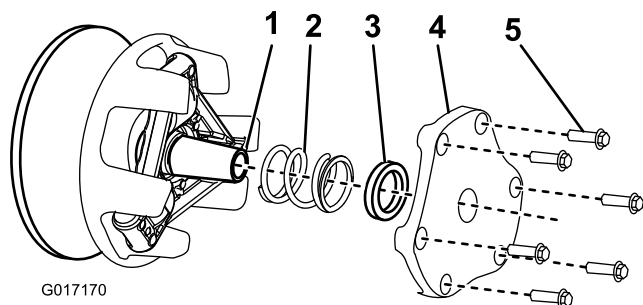

Figura 34
- Smontate i 6 bulloni a testa flangiata che fissano il carter della frizione. Riponete il carter, il distanziale e la molla (Figura 34).